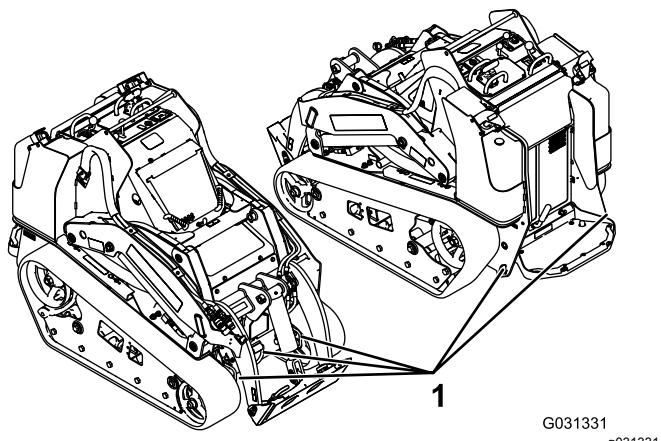

図 31
8. 機体についているロープ掛けポイントを使い、チェーンやロープ、ワイヤなど適切なものでしっかりと機体をトレーラに固定する図 31。ロープ掛けや積荷固定については各地域の法令などに従ってください。
ロープ掛けポイントを吊り上げポイントとして利用することができます図 31を参照。